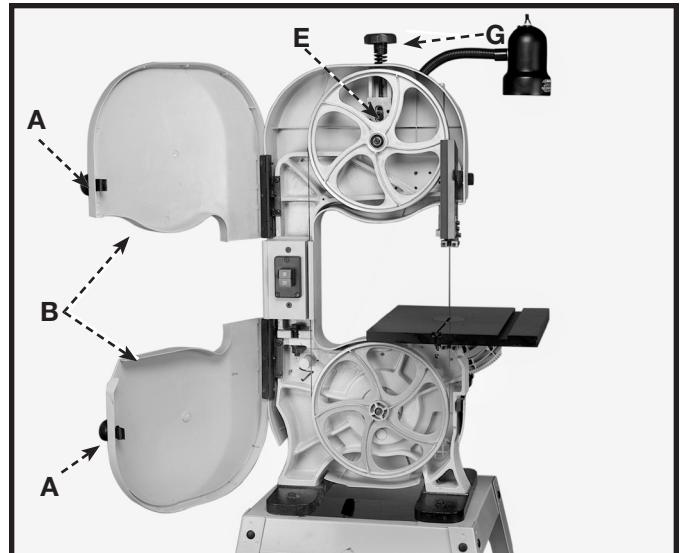

Fig. 35
- Presione los pestillos de la puerta (A) Fig. 35 y abra la puerta (B) según lo ilustrado.
- Para liberar la tensión en la banda vio hoja afloja el tornillo (E) y la vuelta de perilla de tensión (G) Fig. 35 a la izquierda.
- Cierre la puerta (B) Fig. 35 antes de poner la sierra en funcionamiento.